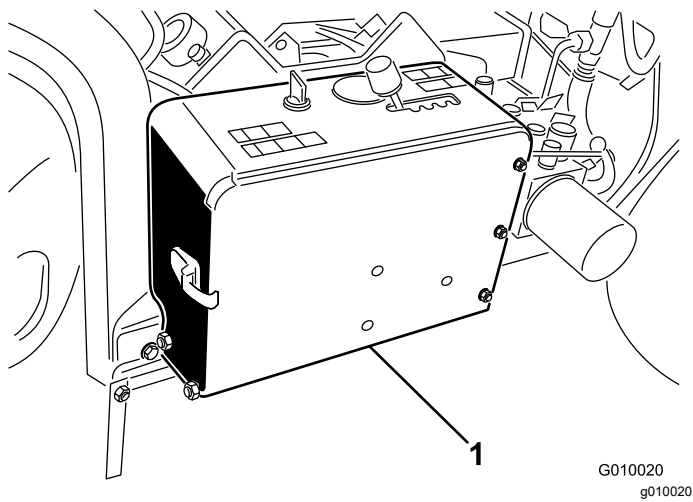

Figura 50
- Desenganche y abra la cubierta del compartimento de la batería (Figura 50).